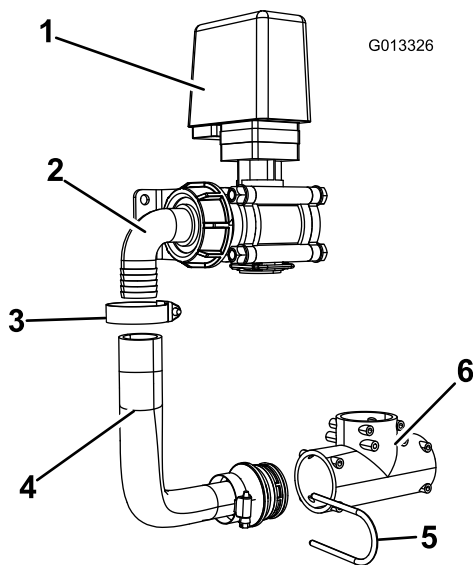

Bild 15
2. Lösen Sie die Schlauchklemme, mit der der Umwälzungsschlauch am 90-Grad-Anschlussstück am Umwälzungsventil befestigt ist; nehmen Sie den Schlauch ab. Entfernen Sie die Befestigungsgabel, mit der das andere Ende des Schlauches am T-Stück befestigt ist. Werfen Sie den Umwälzungsschlauch weg. Bewahren Sie die Schlauchklemme und die Befestigungsgabel auf (Bild 15).